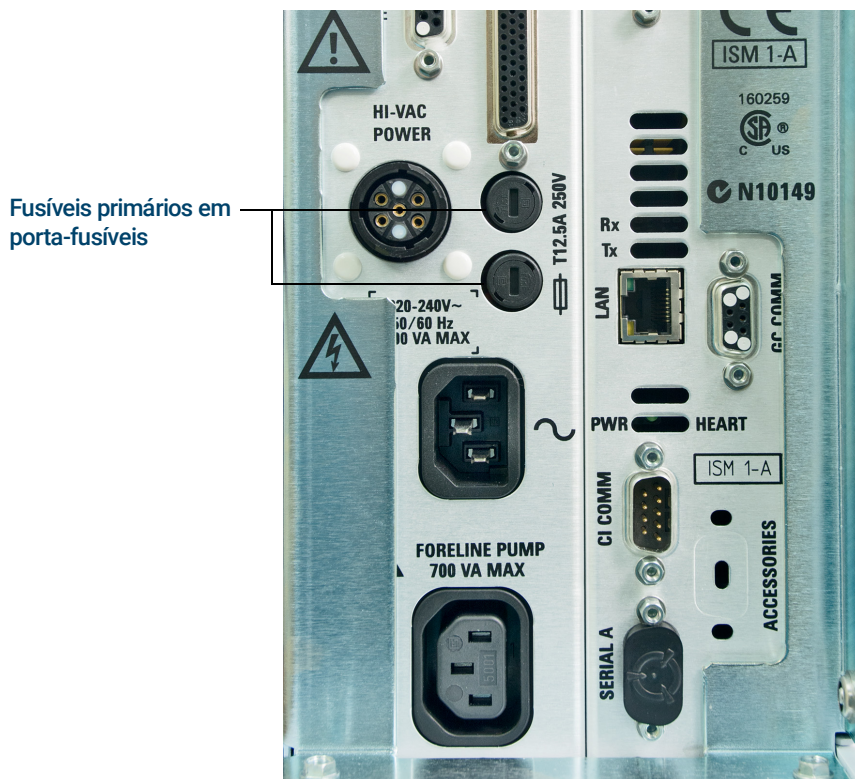

Figura 2. Fusíveis primários
- 2 Gire um dos porta-fusíveis no sentido anti-horário até que ele ressalte. Os porta-fusíveis são acionados por mola. (Consulte Figura 2 na página 35.)